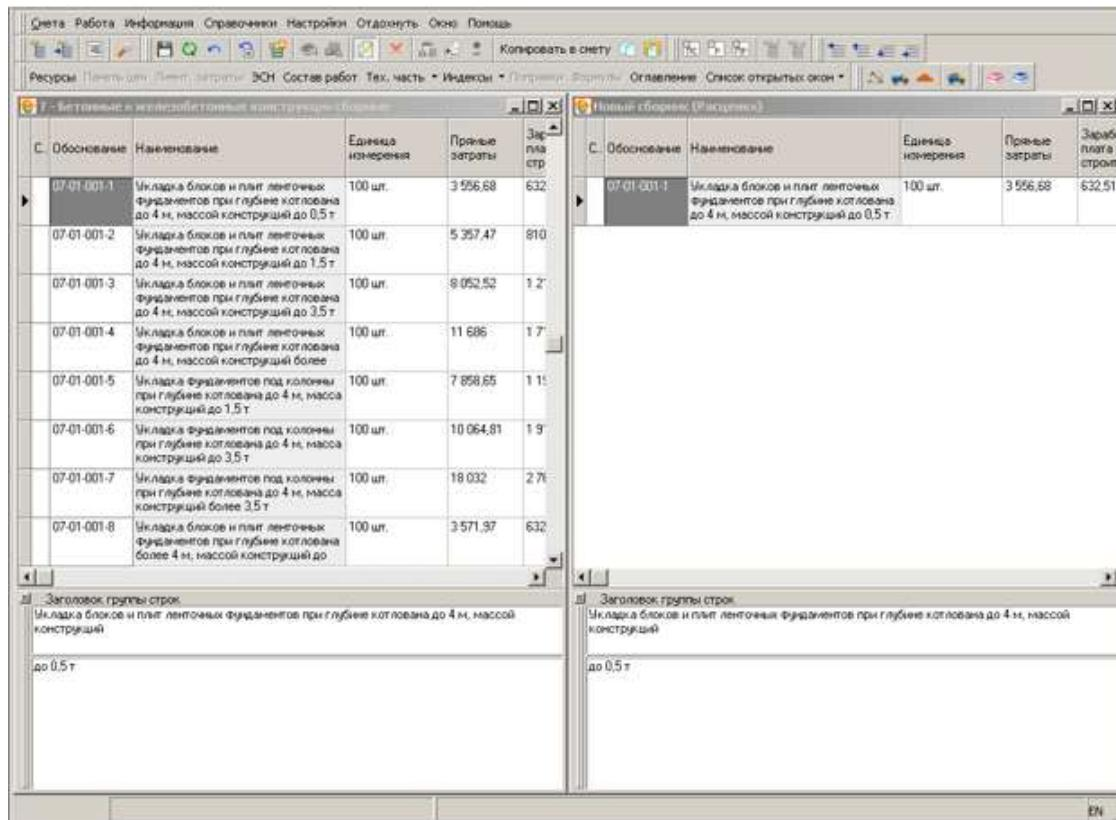

Рис. 1. Окна сборников, упорядоченные вертикально
- В **Главном меню** выберите пункт **Окно – Упорядочить вертикально**. Результат показан на рис. 1.